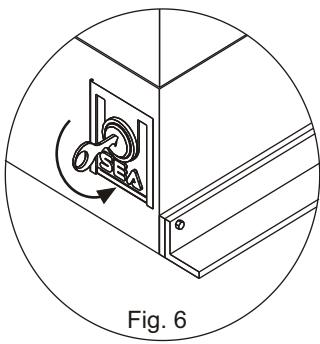

Fig. 6
- Inserir la llave y girarla para abrir la portilla que protege la manilla de plástico (Fig. 6).